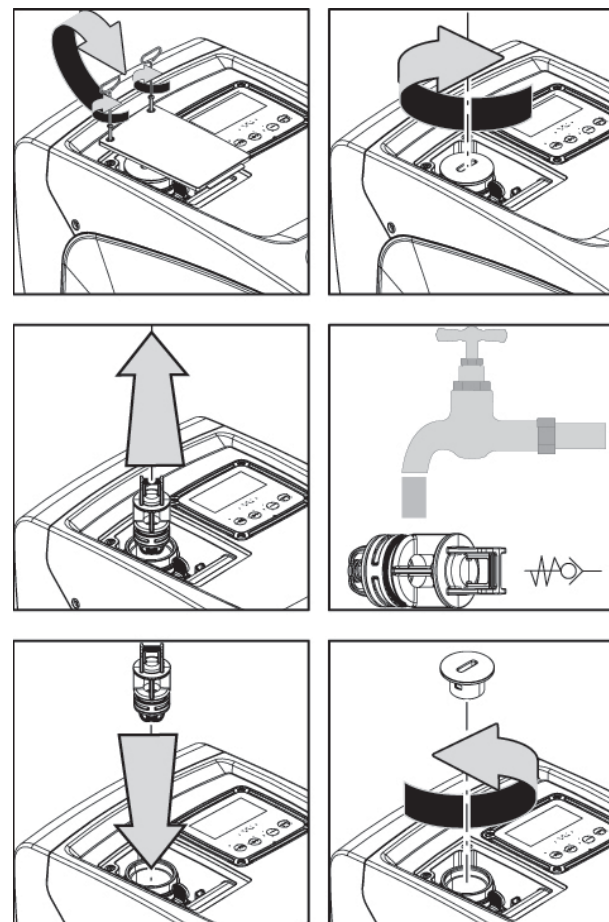

Abbildung 21
1. die Zugangsklappe zum Fach für die außerordentliche Wartung ausbauen (Abb.1 Seite F), indem die 2 Verschlusschrauben mit dem Zusatzwerkzeug gelöst werden. Es empfiehlt sich die Schrauben nicht ganz zu entfernen, damit sie verwendet werden können, um die Klappe abzuziehen. Darauf achten, dass die Schrauben nach dem Ausbauen der Klappe nicht in das Innere des Systems fallen (Abb.21);
2. mithilfe eines Schraubendrehers den 1"1/4 Deckel ausbauen, um auf das Rückschlagventil zuzugreifen (Abb.21);
3. mithilfe einer Zange die Kartusche des Rückschlagventils ohne zu drehen abziehen, indem an der vorbereiteten Brücke angesetzt wird (Abb.21): Dieser Vorgang könnte eine gewisse Kraft erfordern;
5. die komplette Kartusche erneut in ihren Sitz einsetzen: Der Vorgang verlangt die notwendige Kraft für das Zusammendrücken der beiden O-Ring-Dichtungen (Abb.21);
6. den 1"1/4 Deckel bis zum Anschlag einschrauben: falls die Kartusche nicht korrekt in ihren Sitz eingedrückt wurde, erfolgt dies spätestens beim Einschrauben des Deckels (Abb.21);
7. die Klappe wieder anbringen und die 2 Schrauben festziehen (Abb.21).